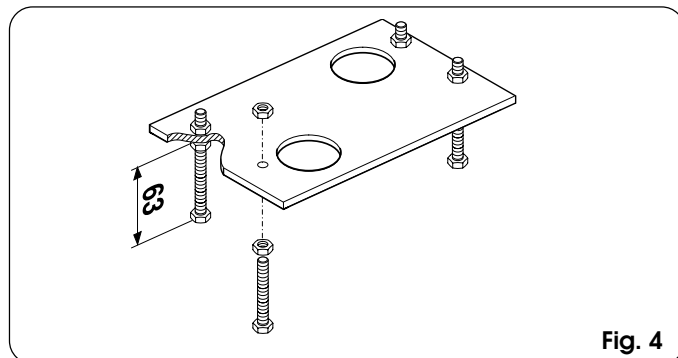

Fig. 4
- 1) Ensamble la placa de cimentación como se muestra en la Fig.4.